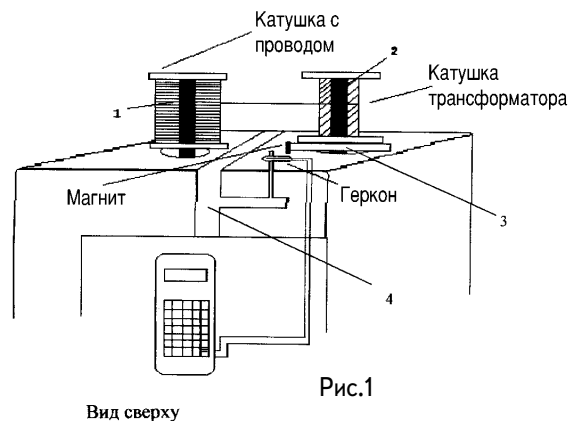

Рис.1
Я предлагаю в качестве намоточного станка использовать обычную электрическую швейную машину с небольшой "навеской". Причем доработка никак не затрагивает внутреннего устройства самой машины, и ее в любой момент можно использовать по прямому назначению. Устройство и принцип работы намоточного станка показаны на рис.1. На стержень (1) через переходник надевают катушку с проводом, на стержень (2) - диск (3), на кромке которого укреплен магнитик. Сверху на диск тоже плотно надевают катушку наматываемого трансформатора. На корпусе машины с помощью хомута (4) крепят геркон в непосредственной близости от магнита, чтоб при каждом обороте диска контакты геркона замыкались. К выводам геркона припаивают проводники, другие концы которых присоединяют к контактам кнопки "±" любого калькулятора. На калькуляторе нажимают следующую последовательность клавиш: 0; +; 1. Теперь при наматывании провода калькулятор будет считать количество витков.